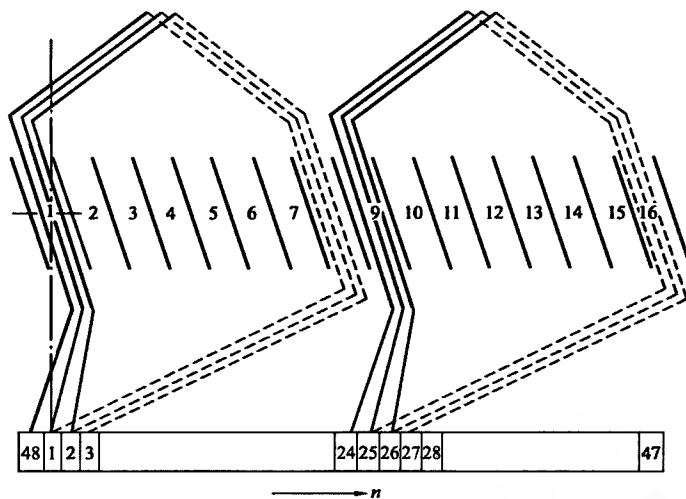

图 5-12 U120/40-220 型、U180/40-220 型转子绕组展开图
6. U120/40-220 型、U180/40-220 型转子绕组展开图 (见图 5-12)